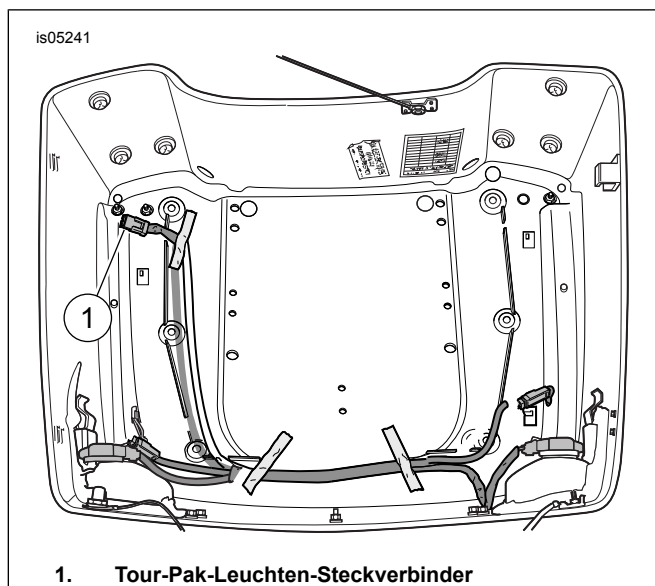
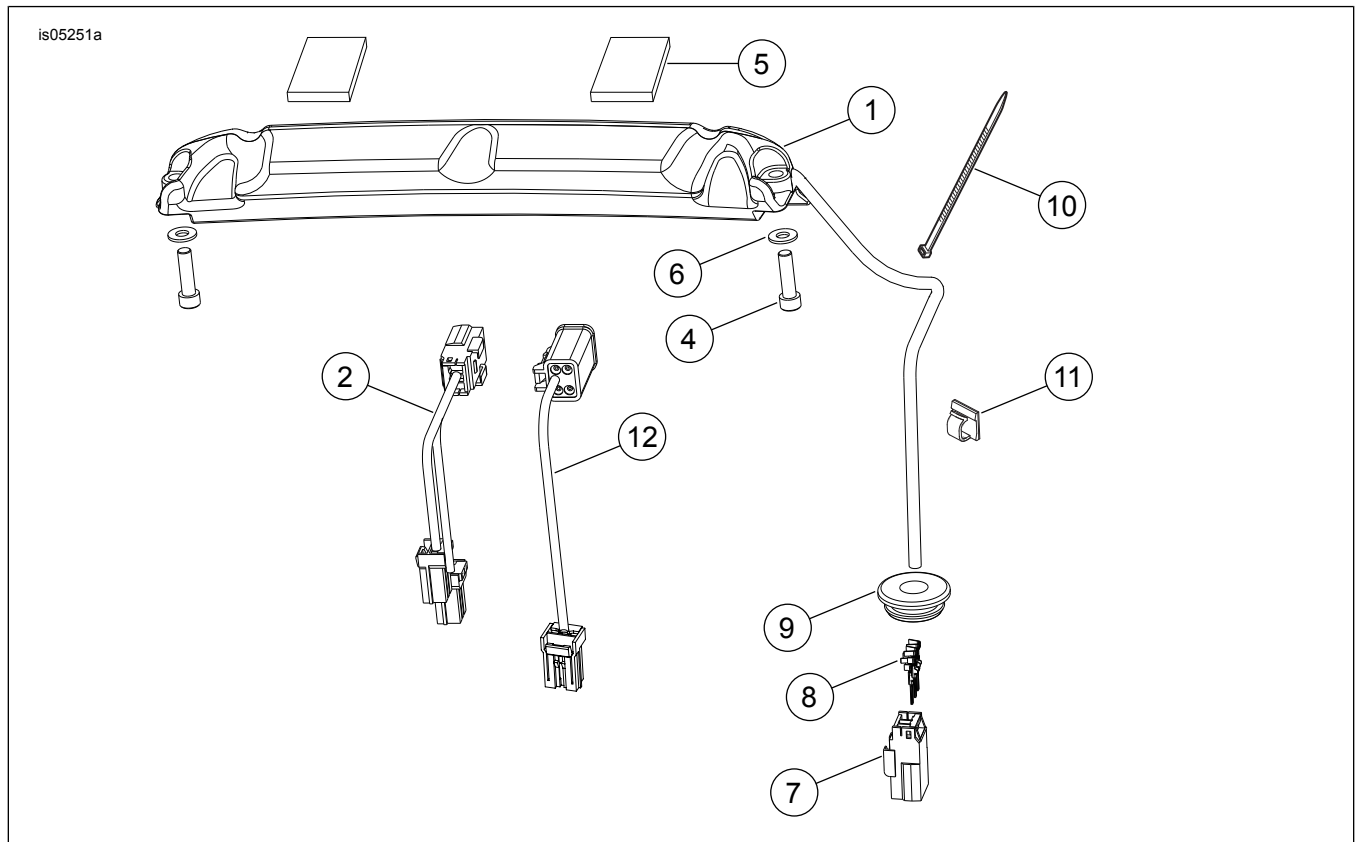

Abbildung 3. Tour-Pak-Kabelbaumsteckverbinder
Abbildung 5. Ersatzteile: LED-Gepäckträgerleuchte
Siehe Abbildung 5 und Tabelle 1.
7. Siehe Abbildung 5 und Tabelle 1. Schaumstoffpolster (5) an der Oberseite der Leuchte anbringen.
8. Die Leuchte (1) mit Innensechskantschrauben (4) und Unterlegscheiben (6) am Gepäckträger sichern.
15. Siehe Abbildung 3. Den Verzweigungskabelbaum (Angabe 1, Abbildung 5) an den 3-poligen Steckverbinder (1) des Tour-Pak-Kabelbaums anschließen.
18. Siehe Abbildung 5 Im Elektrik-Anhang des Werkstatthandbuchs nachschlagen, die Kontaktpins (8) an den Gepäckträger-Leuchtenkabeln und die Kontakte an den drei Pingehäusen (7) wie folgt anbringen: